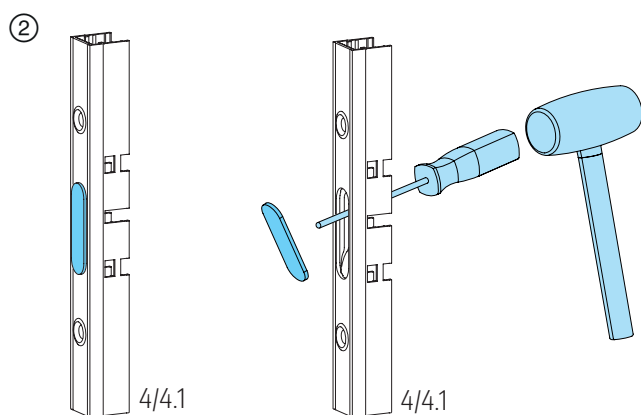

Abb. 9
② Die vorgestanzten Blehabdeckungen aus den Getrieben 4/4.1 herauslösen; **Abb. 9.**